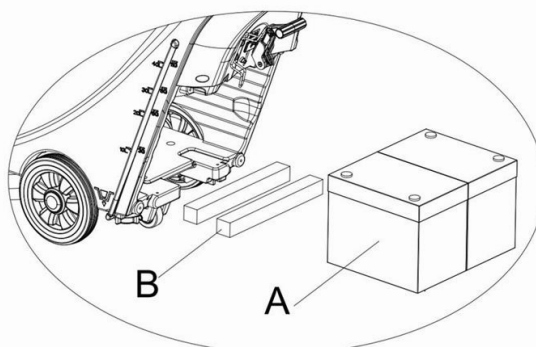

Figura 6
- Pentru baterii cu lungime mai mică de 270mm, folosiți 2 plăcuțe de fixare (**B, Figura 6**) și puneți-le una lângă alta, în interiorul bateriei pentru rezervorul de apă;
- Pentru baterii cu lungime între 310mm-270mm, folosiți o plăcuță de fixare (**B, Figura 6**) și plasați-o în bateria rezervorului de apă;